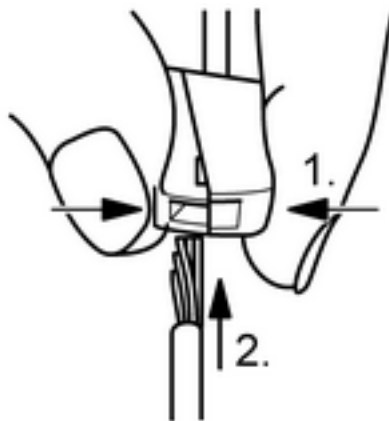

Bild 9: Anschluss des feindrahtigen Leiters
- Klemme auf der Seite mit der eckigen Öffnung zusammendrücken und feindrahtigen Leiter anschließen (Bild 9).